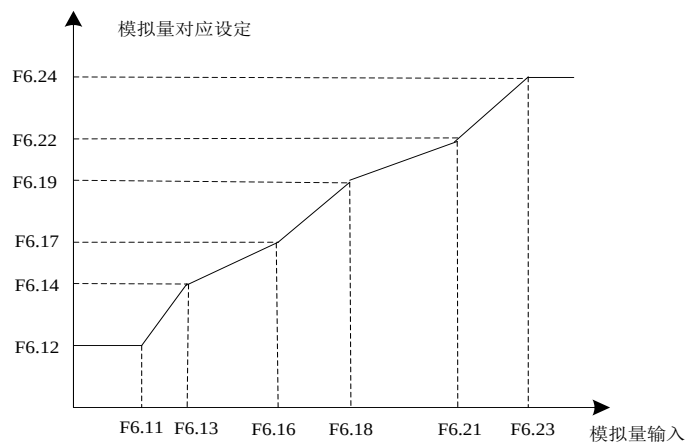

图 6-18 模拟输入非线性曲线
- F6.11~F6.25 所有设定均为脉冲输入通道的非线性描述点，滤波时间以该通道为准，如图 6-18 所示。AI1 特性为输入 0.00~10.00v 对应 0.0~100.0%设定量。